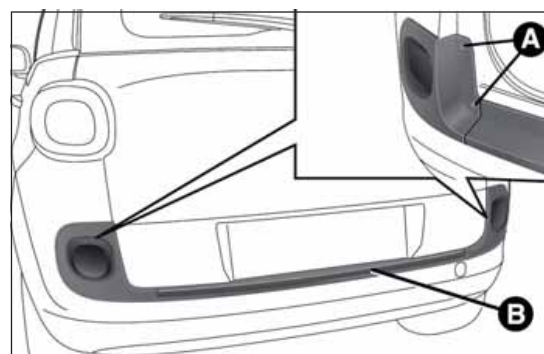

Abb. 188
- Den Kofferraum öffnen, den Zierrahmen entfernen, die vier Befestigungsschrauben A Abb. 188 lösen und die Scheinwerfergruppe B ausbauen;
- Die Leuchtengruppe B Abb. 188 wieder korrekt einbauen und die vier Befestigungsschrauben A festschrauben. Den Kofferraum schließen.